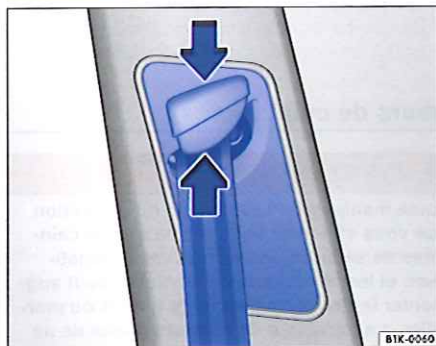

Fig. 69 À côté des sièges avant : réglage en hauteur de la ceinture.
- Comprimez la ferrure d'inversion dans le sens des flèches et maintenez-la comprimée ⇒ fig. 69.